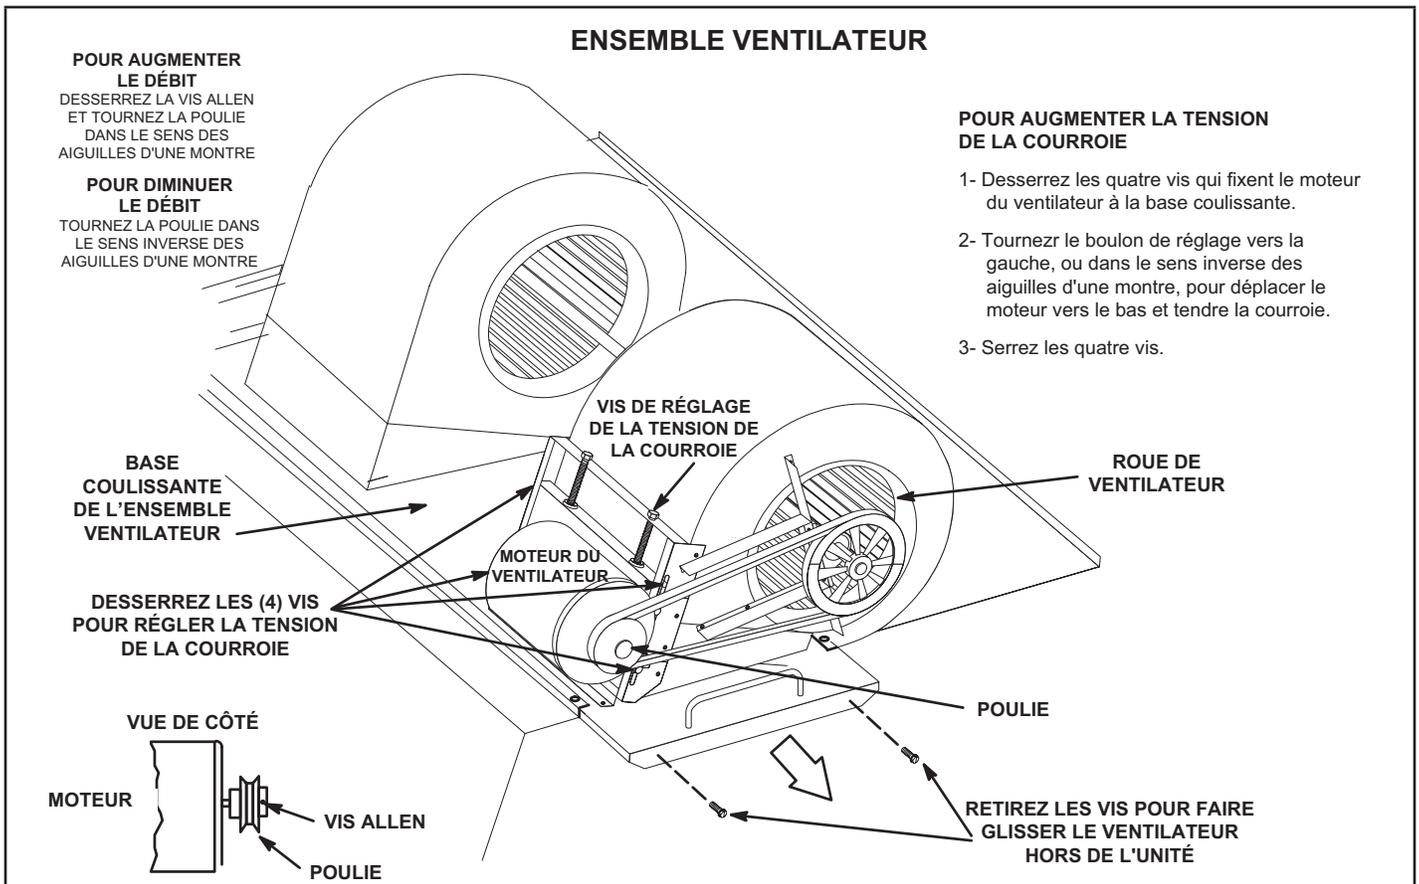

FIGURE 20
- 2 - Retirez les vis situées de chaque côté de la base coulissante de l'ensemble ventilateur. Reportez-vous à la FIGURE 20.
- 4 - La vitesse du ventilateur peut être réglée au niveau de la poulie du moteur. Desserrez la vis Allen et tournez la poulie réglable dans le sens des aiguilles d'une montre pour augmenter le débit. Tournez dans le sens inverse des aiguilles d'une montre pour diminuer le débit. Reportez-vous à la FIGURE 20. Ne dépassez pas les nombres minimum et maximum de tours de poulie indiqués au TABLEAU 4.
1 - Desserrez les quatre vis qui fixent le moteur du ventilateur à la base coulissante. Reportez-vous à la FIGURE 20.